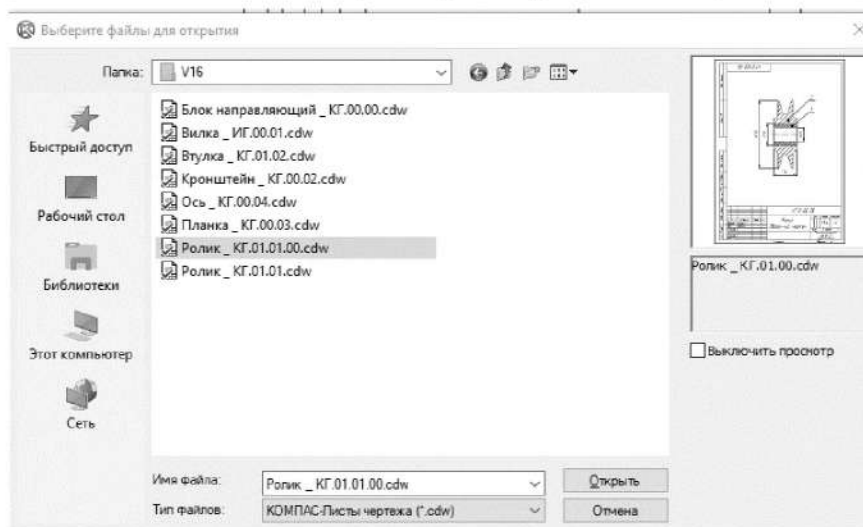

Рисунок 4.49. Добавление файла для подключения
3.2.6 В диалоге открытия файлов укажите файл сборочного чертежа *Ролик_КГ.01.01.00 СБ* и нажмите кнопку **Открыть** (рисунок 4.49).